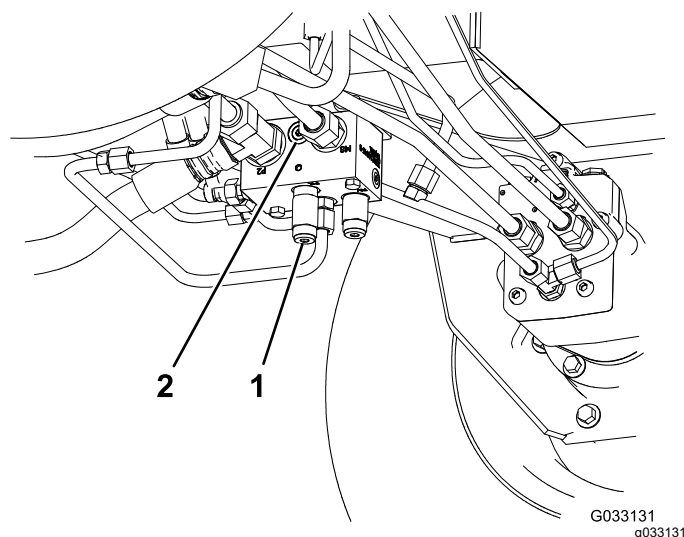

Bild 75
- Toro Bestellnummer 340-77, Hydraulikanschlussstück (2)
1. Installieren Sie das Diagnose-Anschlussstück in dem unmarkierten Anschluss zwischen den Anschlüssen M8 und P2 am Heckantriebverteiler (Bild 75).